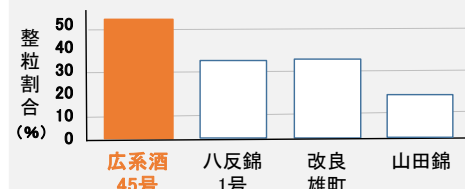

図2 高温登熟処理時の整粒割合
- ◆ **高温登熟耐性**：高温下で登熟しても玄米品質が低下しにくい（図2）